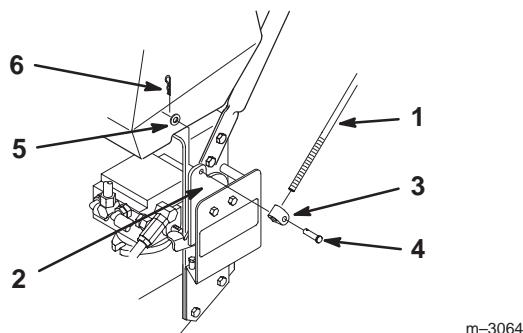

Figure 4
1. Enfilez l'axe de chape dans le raccord de la tige et le trou de fixation du support de commande (en passant par l'extérieur). Fixez l'ensemble avec une rondelle et une goupille fendue (Fig. 4).
4. Poussez la tige complètement en avant jusqu'à ce qu'elle porte contre la butée du support de commande. Desserrez l'écrou papillon et vissez ou dévissez le tendeur jusqu'à ce que la tige soit alignée avec les trous des barres de commande supérieures (Fig. 4).